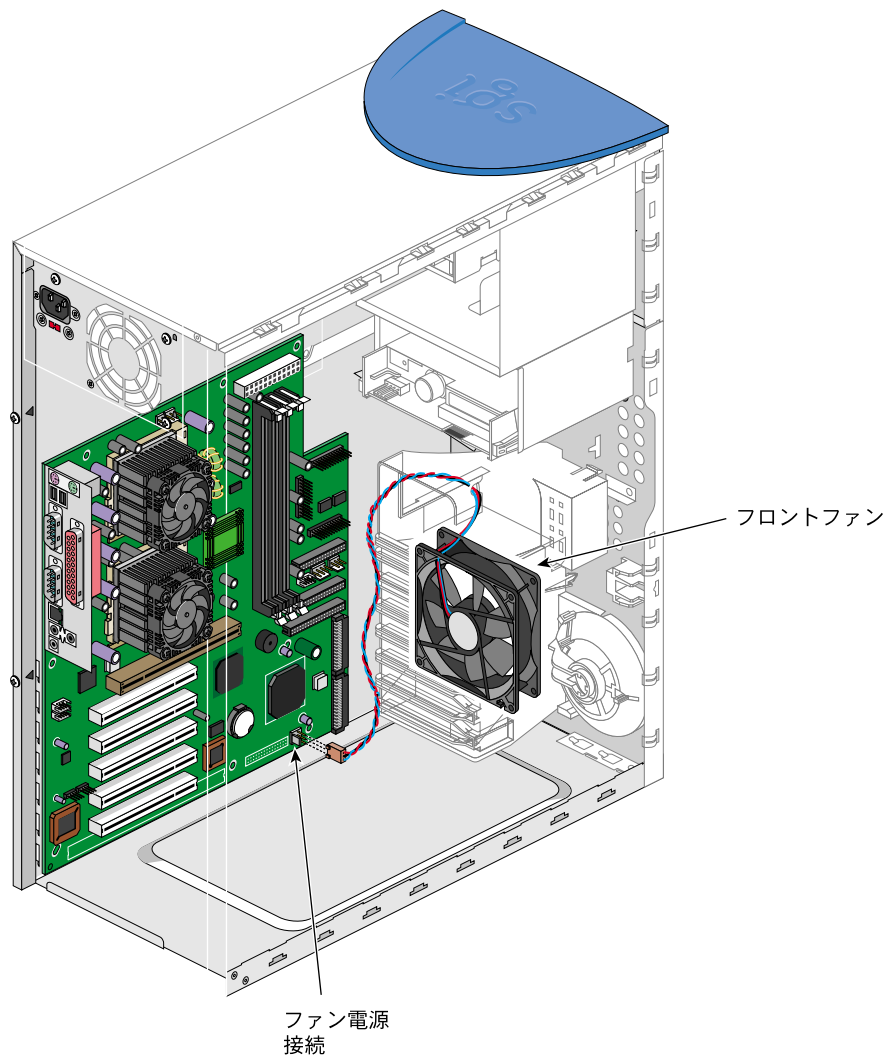

図 2-17 フロントファンケーブルの接続
6. フロントファンケーブルを接続します。フロントファンケーブルの接続位置については、図 2-17 を参照してください。